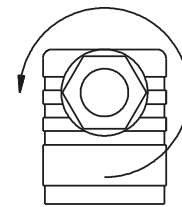

Fig. 3
- ↪ Desserrez la presse-étoupe M16x1,5 (→ Fig. 3).